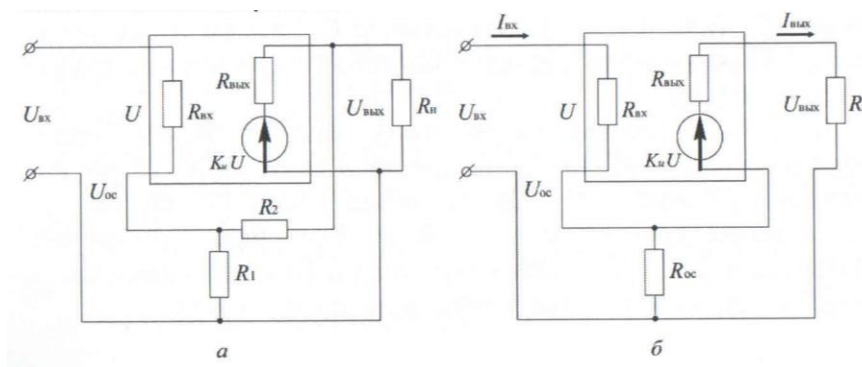

Рисунок 2 - Схемы для расчета последовательной ОС: а - по напряжению; б — по току
1. Определите, во сколько раз уменьшается коэффициент усиления усилителя $K_u=200$ при охвате его последовательной отрицательной обратной связи (ООС) по напряжению в виде четырехполюсника с коэффициентом передачи $\beta = 0,05$ (рис. 2,а).
3. Определите напряжение на выходе усилителя $U_{вых}$ и коэффициент усиления с последовательной обратной связью (рис. 2, а), если на вход усилителя одновременно с входным сигналом $U_{вх} = 0,2$ В поступает напряжение обратной связи $U_{oc} = 0,1$ В, действующее в противофазе с входным. Коэффициент усиления усилителя без обратной связи $K_u=10$.